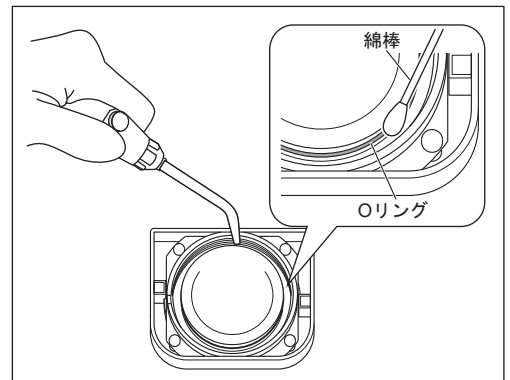

図45
- 2) ブラシや乾いた綿棒などで、チャンバー内面およびねじ部周辺やチャンバー用ふたのねじ部周辺を清掃してください。その後、付着しているパウダーをエアなどで取り除きます(図45)。